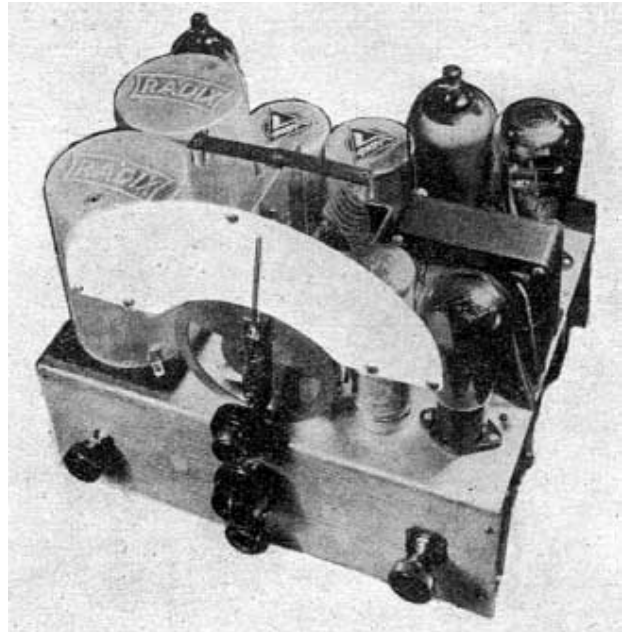

Bild 8: RADIX "Allwellen Kraftdreier" für Wechselstrom 1933 (aus [9]).
C. Ad. Spieler, Berlin N 4, Gartenstraße 44, erwarb den Markennamen RADIX und firmierte ab 1932 als "RADIX-Vertrieb". Die Spulensätze lieferte möglicherweise Hofmanns Firma AKE. Beschreibungen der Spieler'schen RADIX-Geräte finden sich in den Bänden 52 "Der Kraftzweier" und 56 "Der Allwellen-Kraftdreier" (Bild 8) der Deutschen Radio-Bücherei, sowie zusammengefasst im Band 55 "Die Röhre und ihre Verwendung" (alle 1933). Ein letztes Gerät "Radix-Oktodensuper A 331" ist 1934 nachweisbar. Aber 1935 erlosch offenbar auch die Radix-Vertriebsfirma. 1936 sieht man in den Radiokatalogen die letzten Radix-Angebote, wahrscheinlich der Ausverkauf von Lagerbeständen.